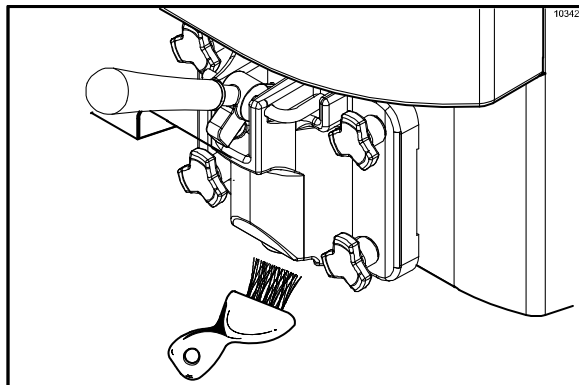

Рисунок 64
**Примечание:** чтобы обеспечить санитарное состояние, производите очистку щеткой каждого предмета в течение 60 секунд, многократно погружая щетку в моющий раствор. (См. рис. 64)